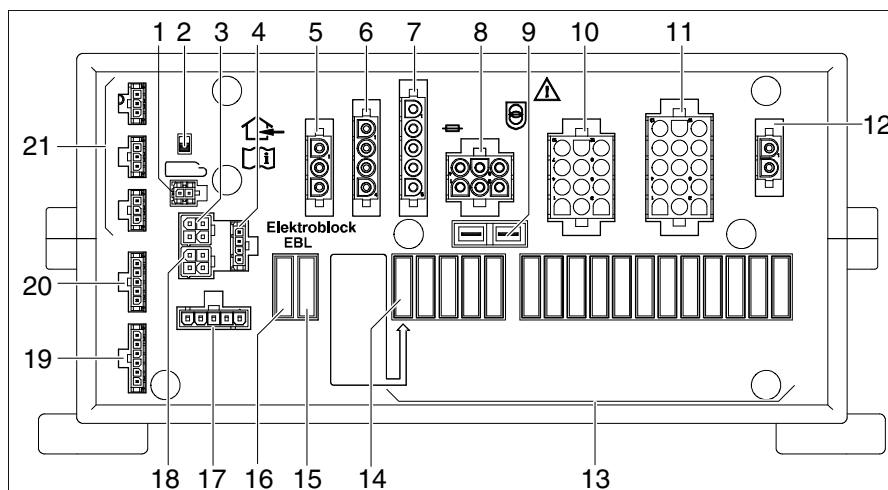

Fig. 257 Centralina elettrica (EBL 402/403)
Ubicazione Il blocco elettrico EBL 402/403 (Fig. 257) si trova nel garage di coda, sul lato destro.
- ▷ L'interruttore staccabatteria (Fig. 257,2) disconnette dalla rete a 12 V tutte le utenze collegate alla centralina elettrica.
- Spegner e accendere per tre volte, in successione, l'interruttore scaricabatteria (Fig. 257,2).